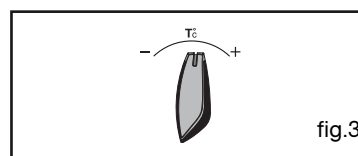

fig.3
• Espeto rotativo fig.3
Acerte a hora com as teclas + e - (fig.3).
É, no entanto, possível ajustar a temperatura accionando o botão de selecção de temperatura para + ou - (fig.3)
Exemplo: 30 min de cozedura (fig. 3).
- o indicador de duração de cozedura e 0:00 piscam (fig.3).